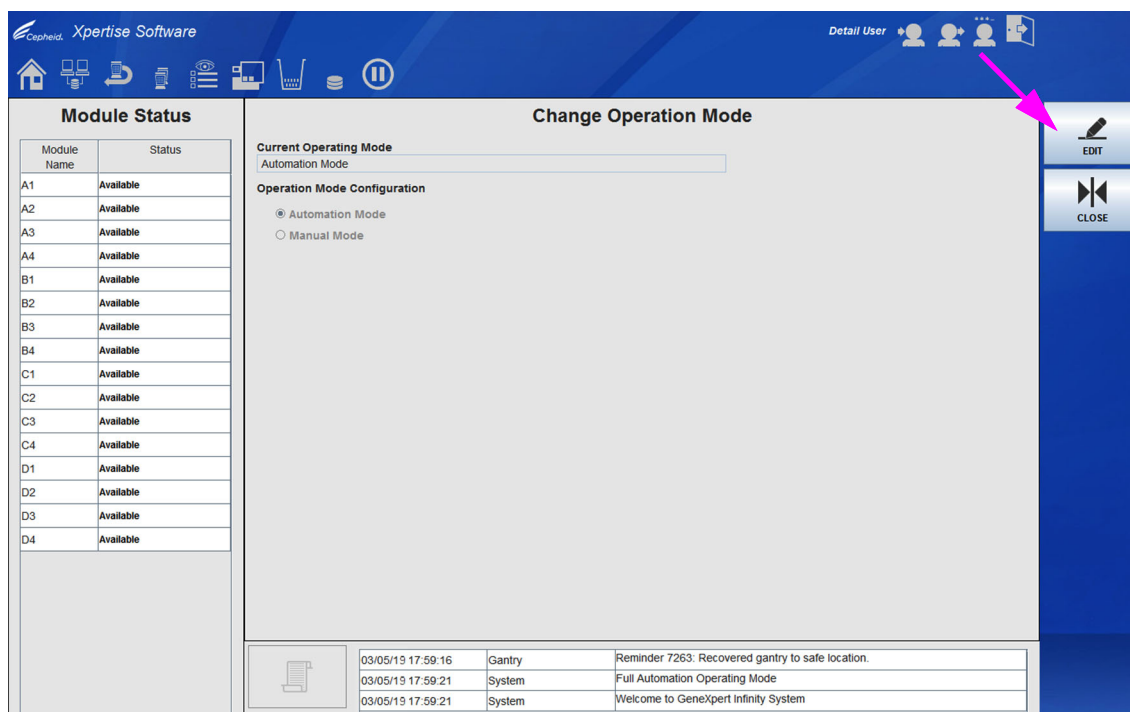
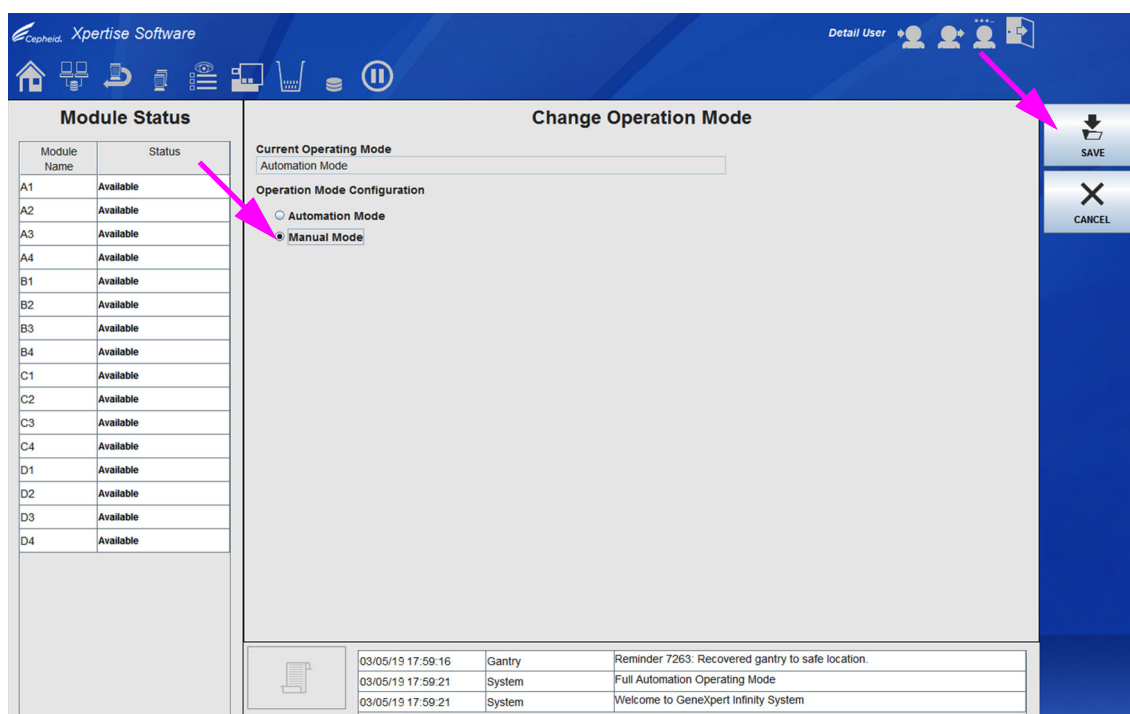

図 5-92. 動作モードの変更ワークスペース
図 5-93. 動作モードの変更ワークスペース
2. **動作モードの変更 (CHANGE OPERATION MODE)** ボタンを選択します (図 5-91 を参照)。動作モードの変更 (Change Operation Mode) ワークスペースが表示されます。図 5-92 を参照。
2つのオプションボタンが表示され、データベースに保存されている現在の動作モードが示されます。図 5-92 を参照。
3. **編集 (EDIT)** ボタンを選択します (図 5-92 を参照)。動作モードの変更 (Change Operation Mode) ワークスペースが有効です。図 5-93 を参照。
4. 動作モードの変更 (Change Operation Mode) ワークスペースで、**手動モード (Manual Mode)** オプションボタンを選択し、**保存 (SAVE)** ボタンを選択します (図 5-93 を参照)。手動モードに変更するための動作モード